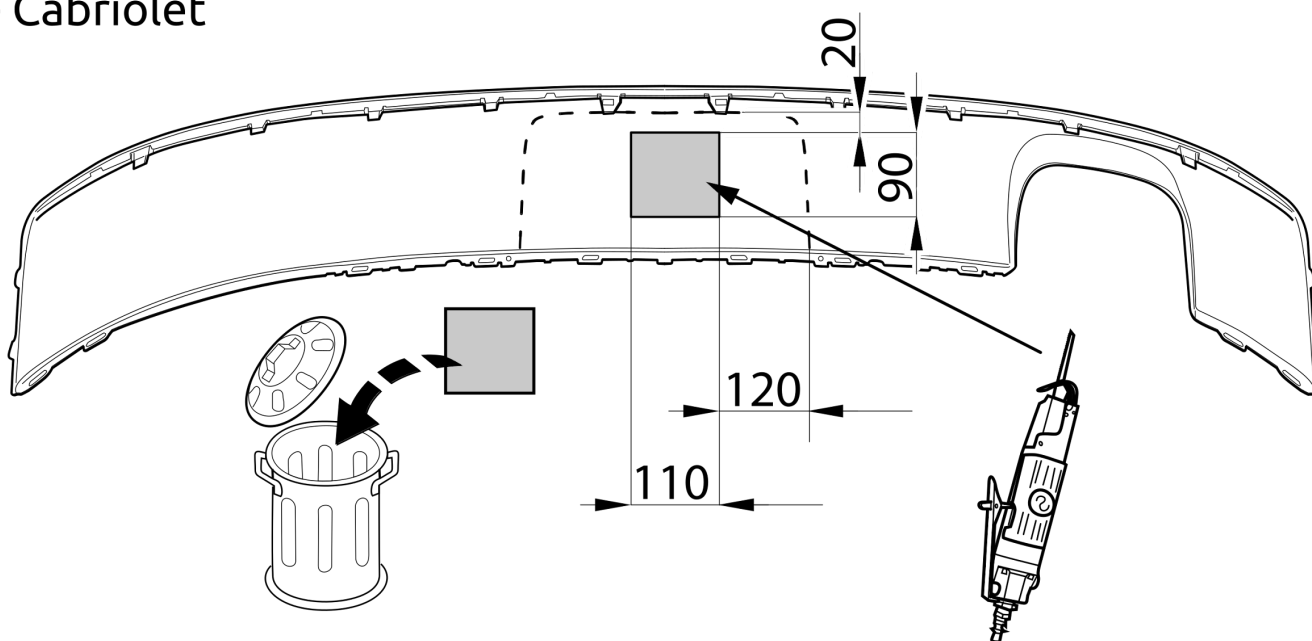

Fig. 9
13. Gemäß Abb. 9,10,11,12,13,14,15,16,17 die angegebenen Teile heraussägen.
13. Såga ut delarna enligt fig. 9,10,11,12,13,14,15,16,17.